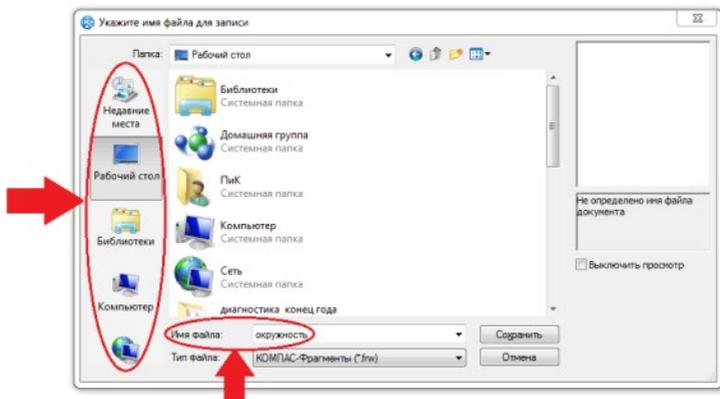

Рисунок 1.2.
- введите название файла и выберите место сохранения (смотри рисунок 1.2). Сохраняйте так, чтобы документ было нетрудно найти! Например, на рабочий стол;